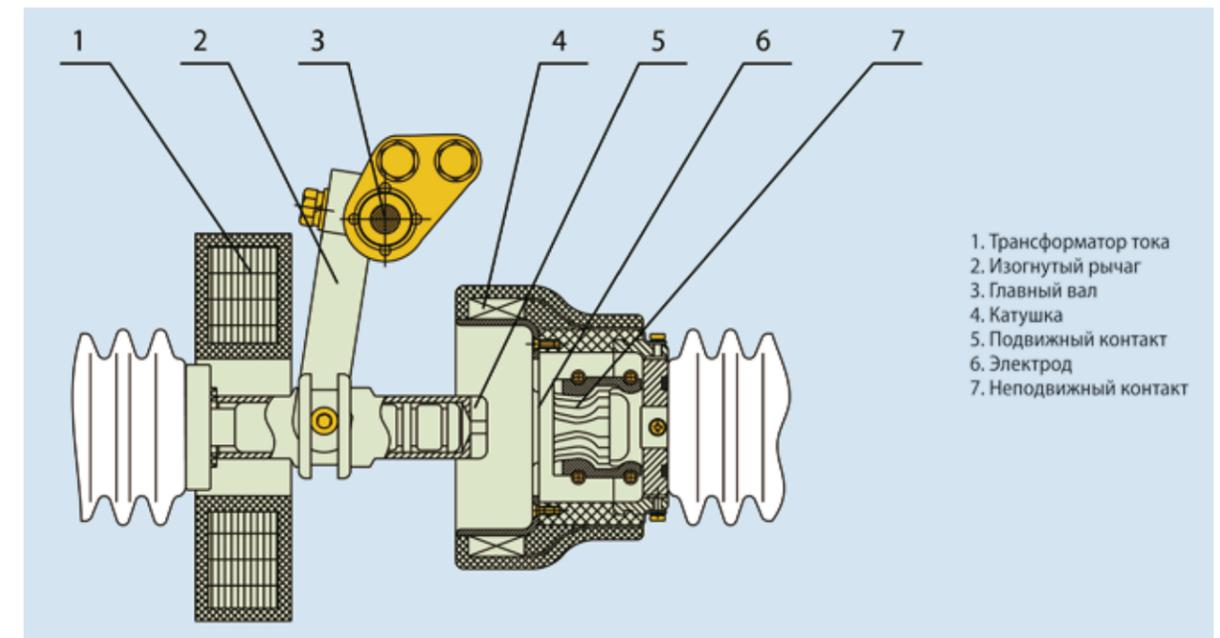

Рис. 6.3 Структурная схема прерывателя
6.3 Структурная схема прерывателя (см. рис. 6.3)